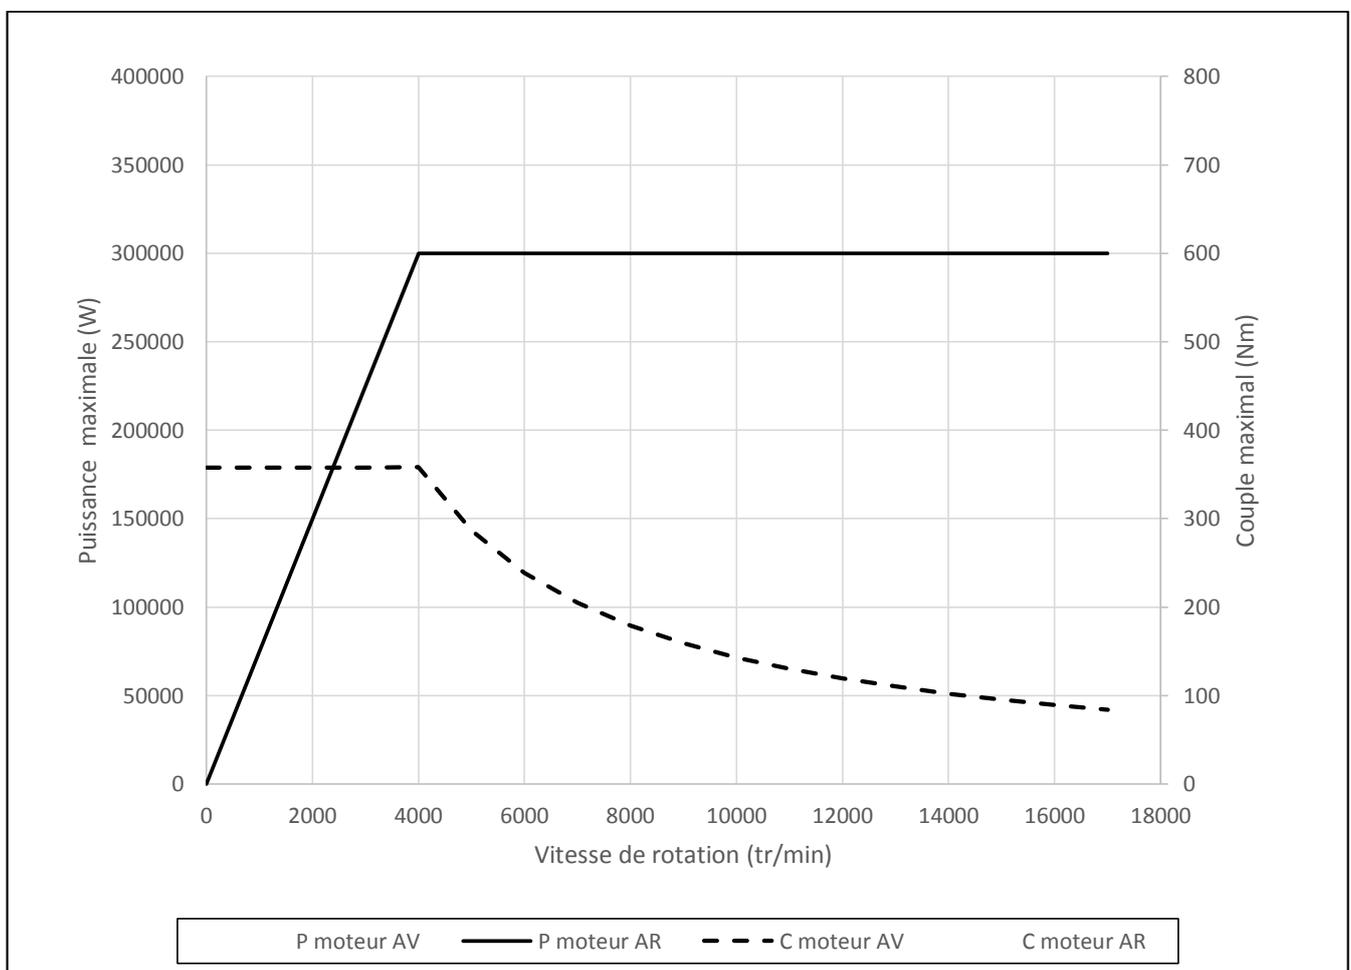

Figure 4 : caractéristiques de puissance mécanique maximales et couple maximal des deux moteurs électriques
1.10 La Figure 4 présente les caractéristiques de puissance mécanique maximale et de couple maximal des deux moteurs électriques. Complétez la figure en traçant :